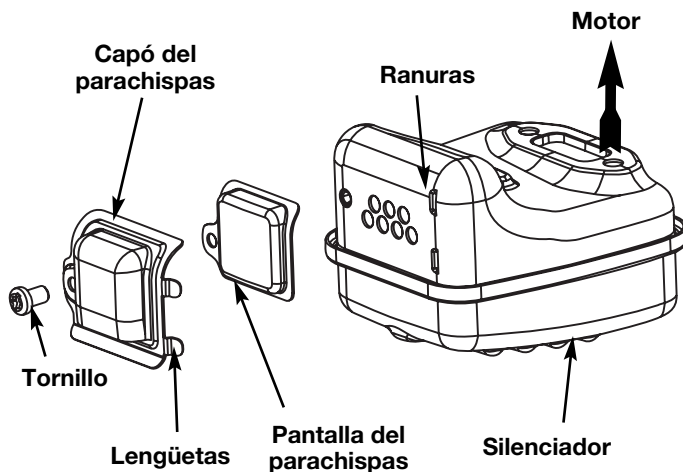

Fig. 17
2. Localice el silenciador, pero no lo quite. Busque los dos (2) tornillos en la parte inferior del silenciador (Fig. 17). Estos dos tornillos unen el conjunto de deflector de escape y la pantalla del parachispas a la parte inferior del silenciador. Quite los dos (2) tornillos usando una llave torx No. 20 o un destornillador plano.
6. Coloque la placa del parachispas encima del parachispas con el lado "levantado" hacia arriba mirando al motor (Fig. 17).
7. Coloque el capó del parachispas encima de la placa del parachispas con el lado "levantado" hacia arriba y la apertura mirando en dirección CONTRARIA al motor (Fig. 17). Asegúrese de que el escape se dirija en dirección CONTRARIA al motor.